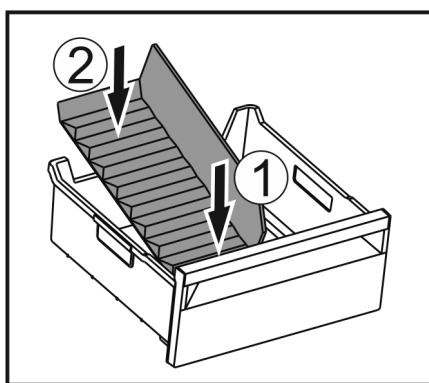

Fig. 71
- 装入冰格分隔器前部。 Fig. 71 (1)
- 将冰格分隔器后部放低至抽屉底板。 Fig. 71 (2)